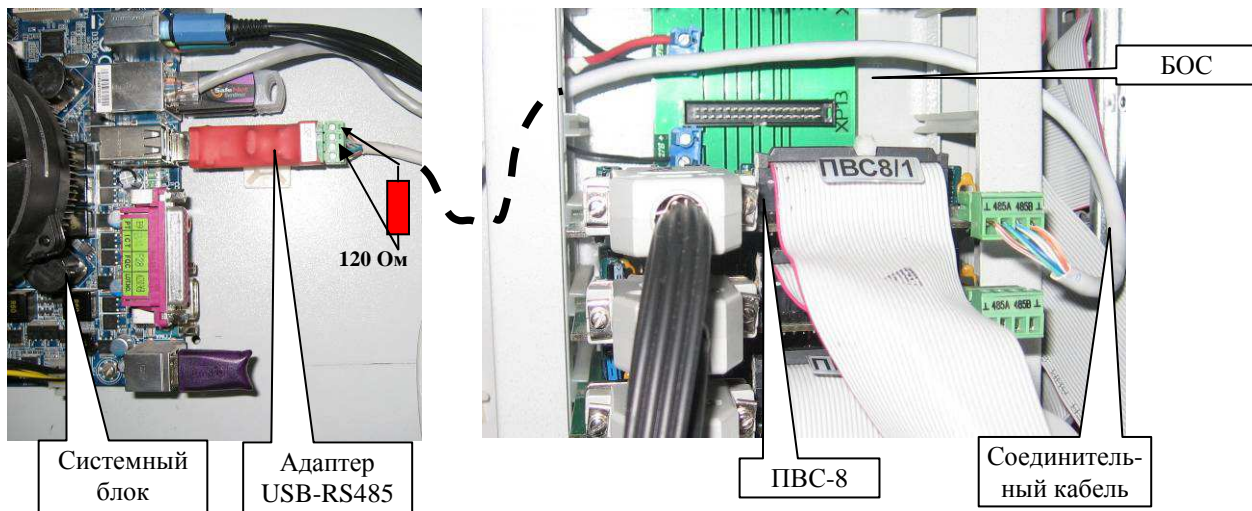
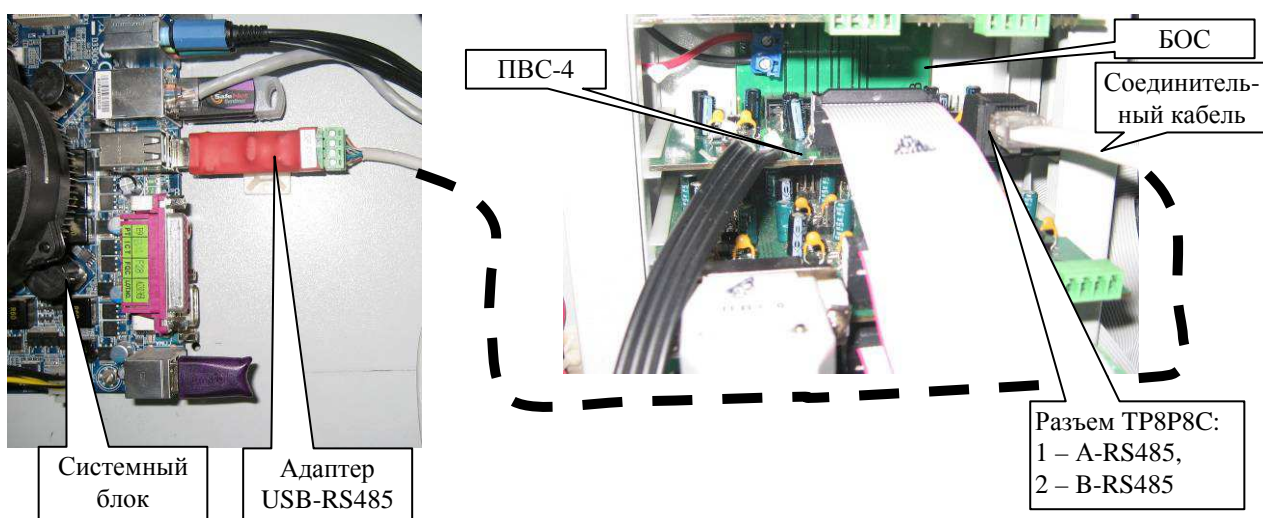

Рисунок 9.19 Цепь управления ПВК через PVC-8
Рисунок 9.20 Цепь управления ПВК через PVC-4
**Примечание.** 1. Необходимо проверить подключение адаптера USB-RS485 к USB-порту системного блока СЛЗ-64А (рис.4.2) и соединение кабелем этого адаптера с ПВС-8 (рис.9.19) или ПВС-4 (рис.9.20).
2. Подключить к контактам «А, В» адаптера USB-RS485 (рис.9.19) соответствующий резистор сопротивлением 120 Ом (0,25 Вт).